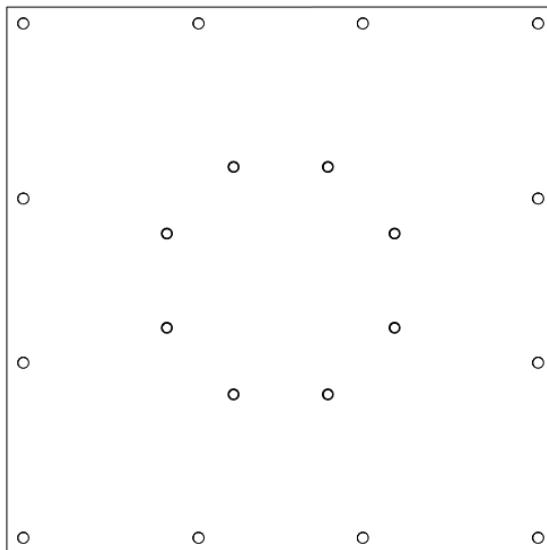

图 2B (大底板结构)
- A) 利用克鲁克公司配置的大底板上的孔作为导向（如图 2B），在符合要求的混凝土地面上钻孔（钻孔大小的选择根据化学螺栓生产厂家的建议）。